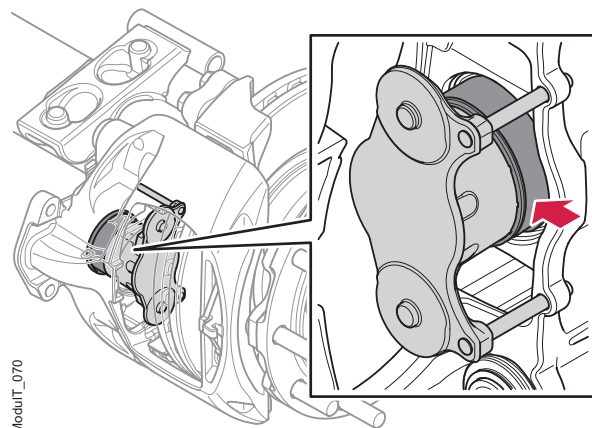

Figura 29. Inspeccionar guardapolvos del tornillo de ajuste
3. Inspeccione el guardapolvos del tornillo de ajuste, véase la figura 29. Busque alrededor de los guardapolvos signos de daños que pudieran deberse a restos, piedras o sobrecalentamiento.